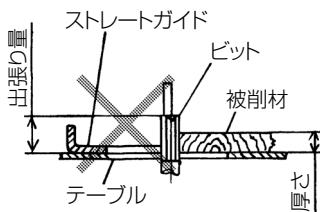

図 48
- テーブル面からのビットの出張り量より厚さが少ない被削材の加工はしないでください。（図 48）